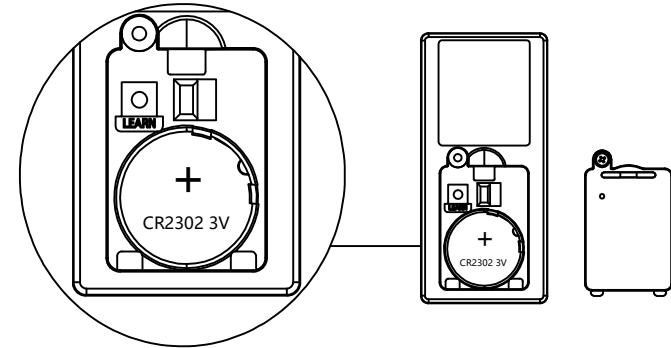

Fig. 24
1. Tras completar la instalación, se enciende la corriente alterna. En 30 segundos, mantenga pulsado el botón LEARN durante 3 segundos. El ventilador se enciende 30 segundos y luego la luz de apagada y apagada (si está instalada) parpadea tres veces. Esto confirma que la configuración SMART SYNC está activa y es exitosa. **(Fig. 24)**